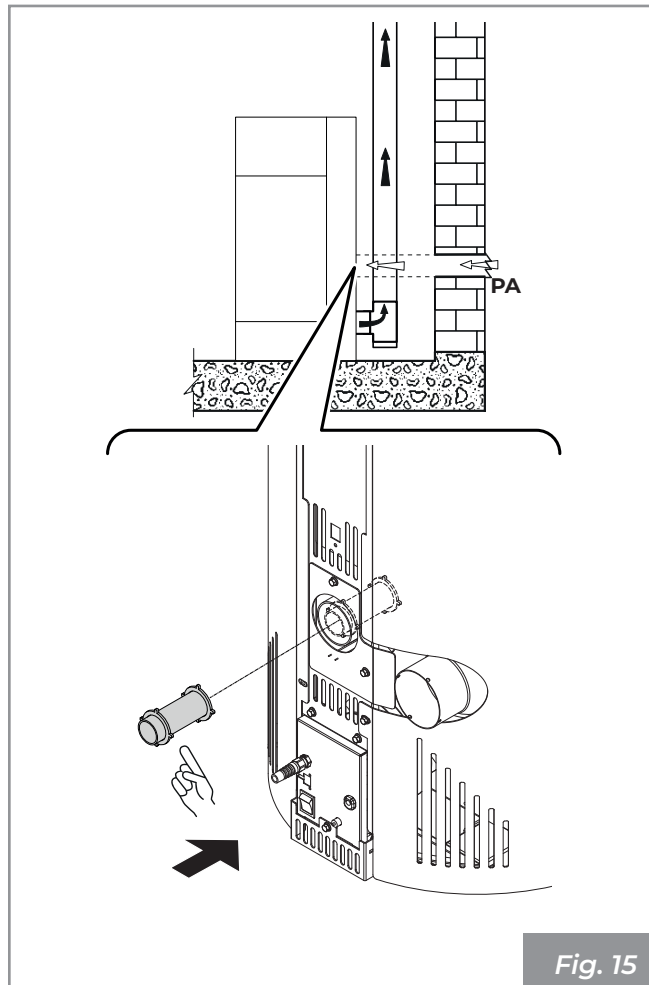

Fig. 15
- il peut provenir du lieu d'installation ou de pièces voisines (**Fig. 15**)
Réaliser la prise d'air sur la paroi (**Fig. 15 - PA = Prise d'Air**) et laisser un espace pour que l'appareil puisse aspirer l'air de la pièce, en prenant soin de raccorder la tuyau fourni à celui de l'arrivée d'air comburant, afin de prévenir d'éventuels effets de résonance.